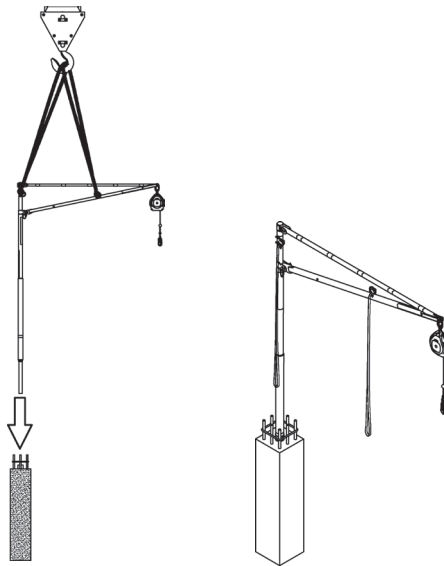

Abbildung 32. Platzieren des SkyReach Ankers
- Stellen Sie sicher, dass die Kranschlaufen korrekt an den Hebeösen an der Strebe und am Mast befestigt sind. Es müssen beide Schlaufen verwendet werden, indem sie jeweils an einer Hebeöse befestigt werden. Haken Sie den Kranhaken in beiden Schlaufen ein und heben Sie den SkyReach Anker hoch. Entfernen Sie den Kunststoffstopfen von der Einbetonierhülse und senken Sie den SkyReach Anker dann in die Hülse hinab. Siehe Abbildung 32. Falls erforderlich, kann der SkyReach Teleskophaken verwendet werden, um den SkyReach Anker in die richtige Position zu bringen. Verhaken Sie dazu den Haken am Masten und lenken Sie den Anker in Position.